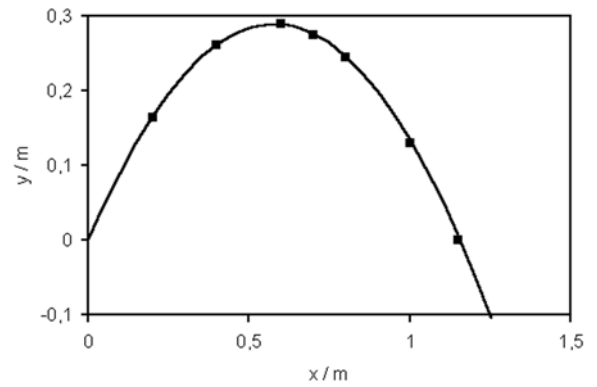

Fig. 3: Valores medidos y cálculo comparativo, x = alcance de vuelo, y = altura de vuelo, símbolos = valores medidos, línea = ecuación 5
- La velocidad de lanzamiento con la menor tensión de muelle es igual a 3,37 m/s, aproximadamente. Con este valor se puede calcular ahora la parábola de lanzamiento por medio de la ecuación 5, para así comparar los valores medidos individuales. El resultado se representa en la Fig. 3.